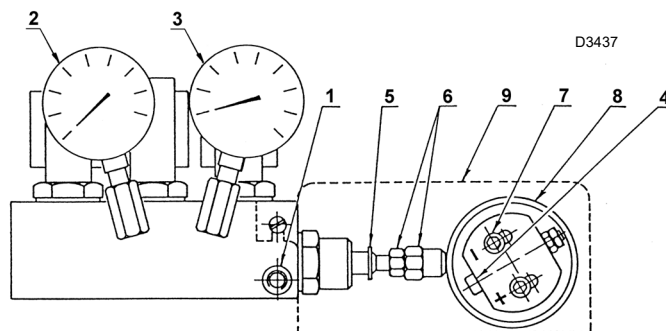

Рис. 33
- D Топливный кулачок:** измените эксцентricность винтом 4)(Рис. 33) после ослабления винтов 7). При затягивании винта 4) эксцентricность увеличивается, тем самым увеличивая разницу между максимальным и минимальным давлением возврата из сопла.
Обозначения (Рис. 33)
Для этого необходимо изменить длину вала 5)(Рис. 33), вращая гайку 6).
Рекомендуется провести калибровку, предотвращающую создание коптящего пламени и позволяющую как можно быстрее достичь максимальной мощности (максимальный ход серводвигателя 130°); откалибруйте обратное давление на эксцентриковом винте 5)(Рис. 33), чтобы получить требуемую для форсунки мощность, а затем приступите к выполнению калибровки промежуточных точек.